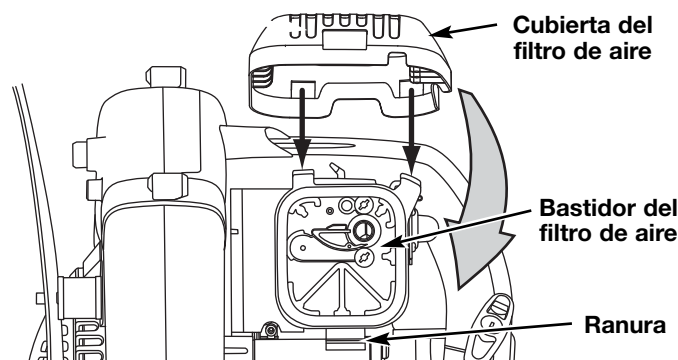

Fig. 29
8. Mueva la cubierta hacia la izquierda derecha hasta que la orejeta del filtro de aire calce en su lugar en la ranura de la placa posterior (Fig. 29).